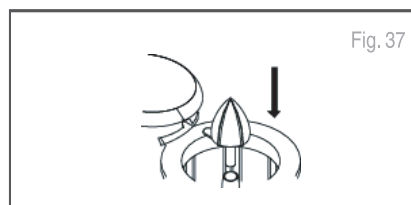

Fig. 37
4. Coloque el cono exprimidor en el centro del recipiente del exprimidor. El eje del motor debe quedar dentro de la columna central del recipiente; el cono debe encajar sobre el eje del motor (Fig. 37).